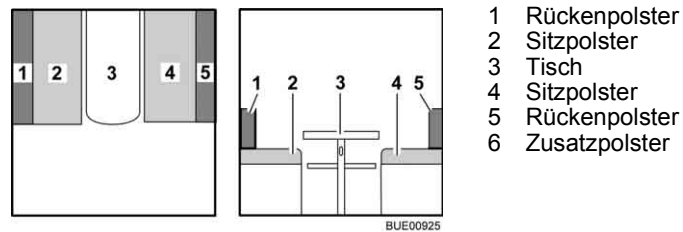

Bild 77 Vor dem Umbau
- Tisch (Bild 77,3) zum Bettunterbau umbauen (siehe Abschnitt 6.11).